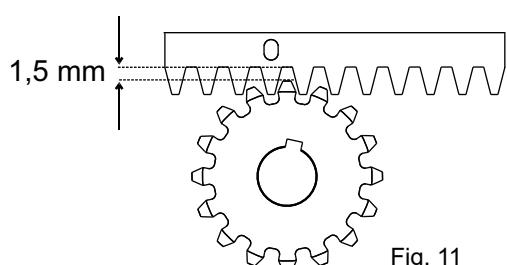

Fig. 11
**5.6.** Toda la cremallera va levantada de 1,5 mm para evitar que el peso de la cancela llegue hasta el piñon (Fig. 11),